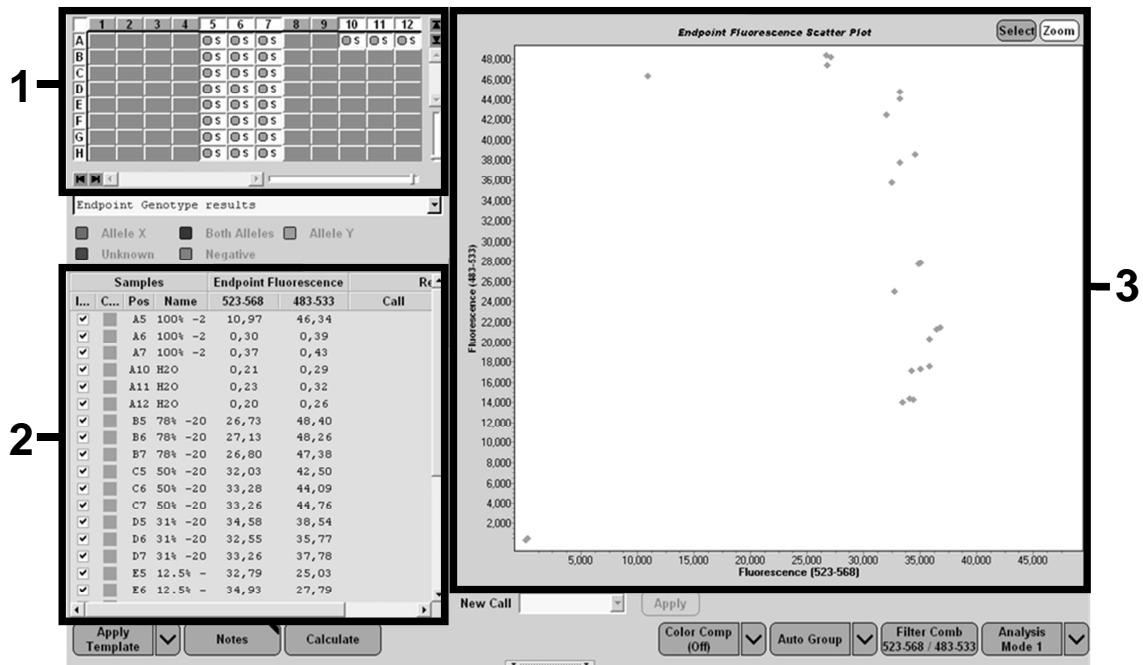

Figura 25. Riepilogo dati.
16. La finestra successiva (Figura 25) mostra la configurazione della piastra (1, in alto a sinistra), i risultati della fluorescenza per ogni campione (2, in basso a sinistra) e il diagramma a dispersione con la discriminazione allelica (3, a destra; fluorescenza FAM e VIC misurate al 50esimo ciclo della PCR).